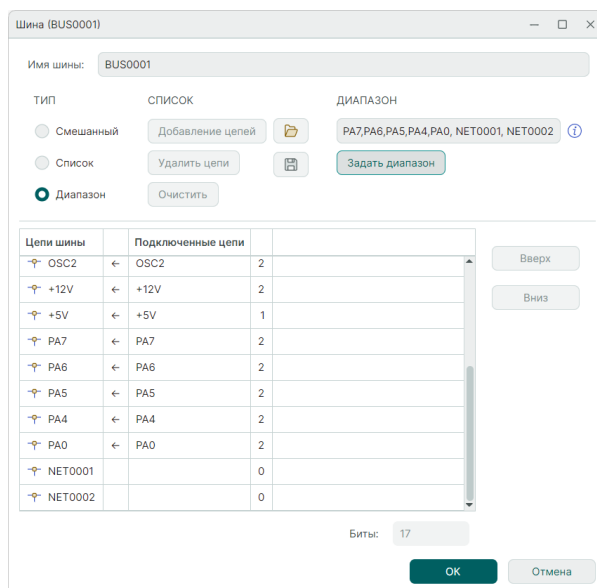

Рис. 178 Отображение списка созданных
4. Зафиксируйте список цепей, нажав кнопку «ОК», см. Рис. 178.